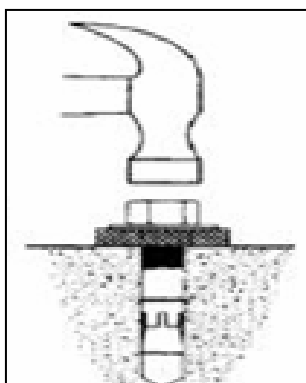
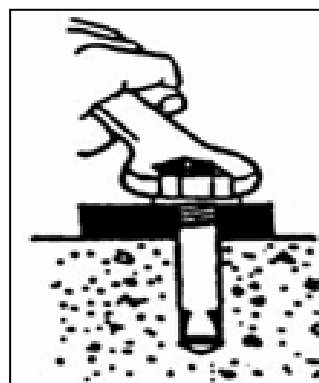

Рис. 19
Рис. 20
- Анкерный болт требуется установить в отверстие с использованием легкого молотка (без дюбеля, дюбель следует установить после выравнивания платформ) (**рис. 19**).
- После выполнения выравнивания вставьте дюбель-болт, ударьте молотком по дюбелю (рис.19), закрутите болт и гайку (рис. 20)
- Откройте все три шаровых вентиля (поверните против часовой стрелки вентиль «G» на 1-2 оборота, поверните против часовой стрелки вентиль «I» и вентиль «H» на 90 градусов на **рис. 19**).